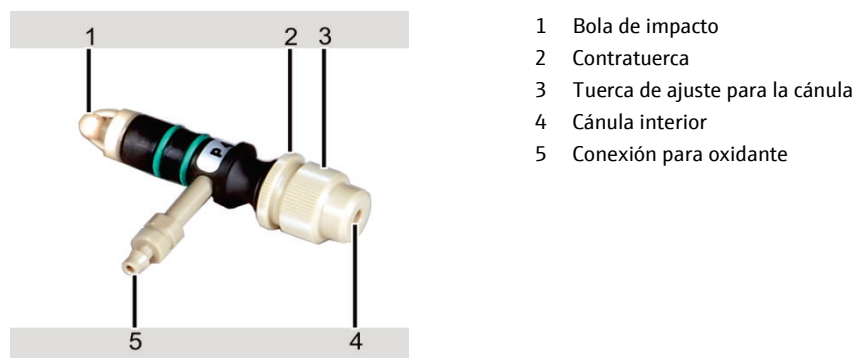

Fig. 64 Piezas individuales del pulverizador
- Suelte la contratuerca (2 en Fig. 64).
- Ajuste la profundidad de la cánula con ayuda de la tuerca de ajuste (3 en Fig. 64).
9. Al finalizar el proceso de ajuste, fije el ajuste con la contratuerca (2 en Fig. 64).